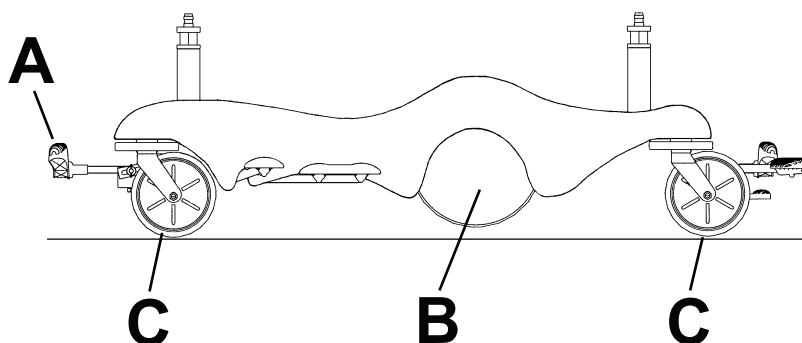

Figura 9 – Trasporto senza la Big Wheel
1. Mettere il pedale freno/sterzo (A) nella posizione neutra (Figura 9).
- Con il prodotto in posizione neutra, la **Big Wheel** è elevata e il prodotto si appoggia su tutte e quattro le ruote piroettanti (C) (Figura 9). In questa posizione, il prodotto può essere spostato in qualsiasi direzione, anche lateralmente.